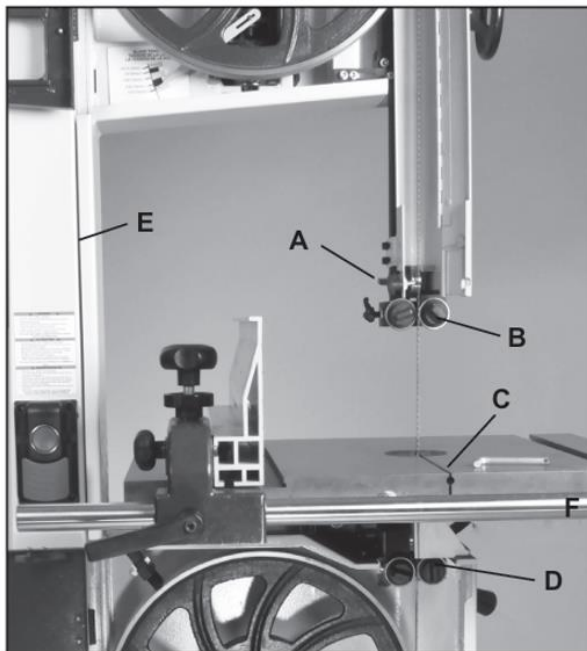

Рис. 21
3. Откройте откидную дверцу (№11E) на защитном кожухе ножа, ослабив фиксирующую ручку (№14E). Рис. 21, А.
4. Снимите пильное полотно с верхнего колеса, затем пропустите его через верхние направляющие (B), прорезь в столе (C), нижние направляющие и нижний защитный кожух (D), через прорезь в стойке станка (E), сняв с нижнего колеса, а затем вокруг передней направляющей (F).